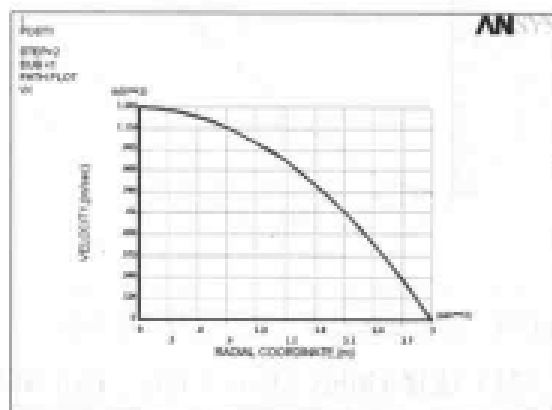

图 14-33 出口流体轴向速度与径向位移关系曲线
(13) 选择 Main Menu | General Postproc | Path Operations | Plot Path Item | On Graph 命令, 出现 Plot of Path Items on Graph 对话框, 在列表框中选择 VX 选项, 单击 OK 按钮, ANSYS 显示窗口显示出口处流体轴向速度和径向位移的关系曲线, 如图 14-33 所示。